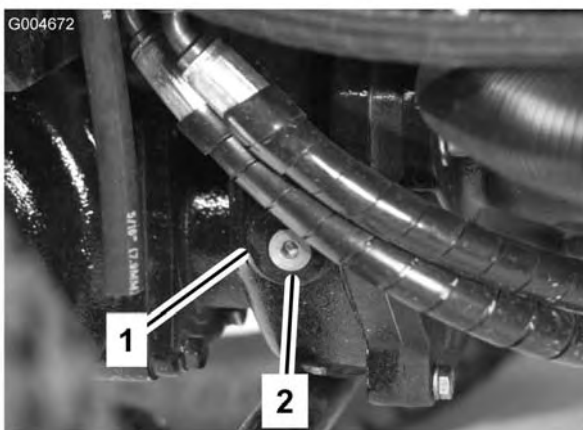

Figura 13
2. Togliete il tappo di controllo/riempimento dal lato sinistro del riduttore (Figura 13) e verificate che il lubrificante raggiunga la base del foro. Se il livello è basso, rabboccate con lubrificante fino a portarlo alla base del foro.